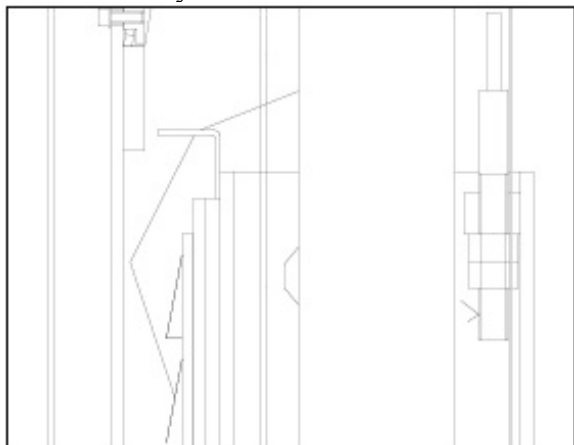

Рис.15
- Во время подъема и опускания тросы должны быть равномерно натянуты. Рис. 15